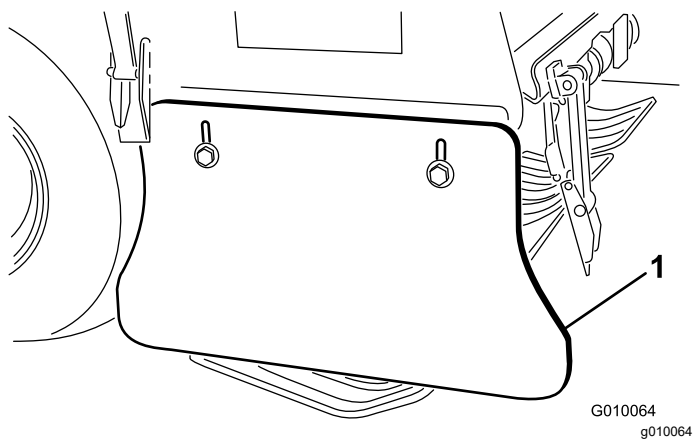

图 183
- 旋松将侧护罩固定至打孔头机架的平头螺丝和凸缘锁紧螺母 图 183。